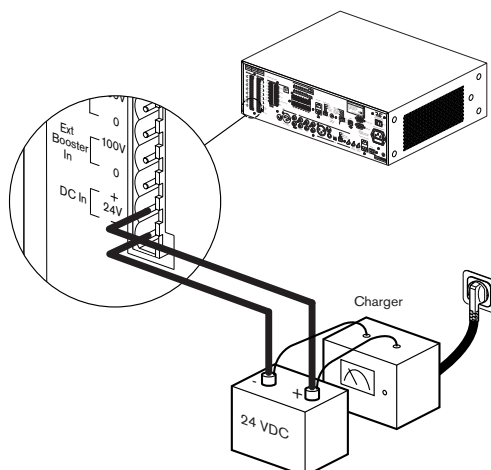

Figura 5.18 Conexión de una fuente de alimentación de reserva
El controlador de alarma por voz tiene una entrada de 24 V (CC) para conectar una fuente de alimentación de reserva (p. ej., una batería) que alimente el sistema en caso de que la alimentación de red no esté disponible. Consulte la *Figura 5.18* para obtener los detalles de conexión.